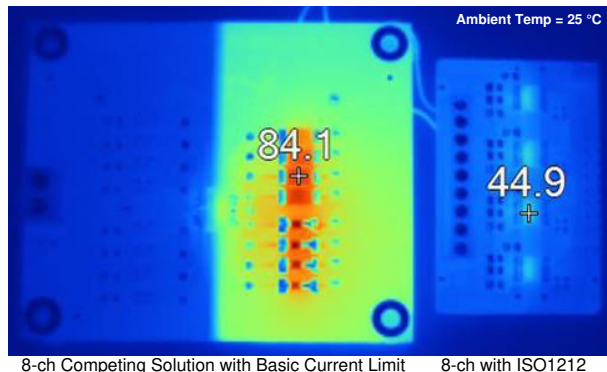

図 5. 基板温度の比較: 従来型設計と ISO1212
1. **消費電力の低減:** ISO121x の正確な電流制限により、デジタル入力から引き込まれる電流が最良で 5 分の 1 に低減され、消費電力と基板温度が低下します。図 5 に示すように、従来型の設計では室温テストで 84°C まで温度が上昇する可能性があります。ISO121x ベースの設計は 45°C と、大幅に温度が低下しています。